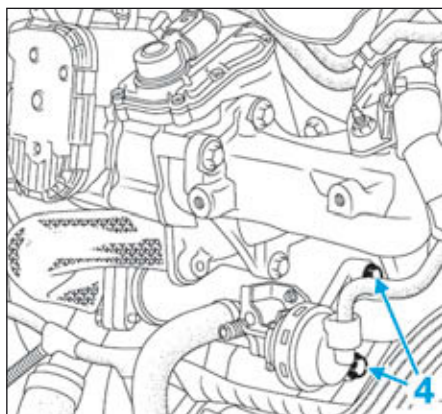

FIG.165
- la vis (1) de l'écran thermique du tuyau rigide EGR sur le collecteur d'échappement.
- la vis (2) de l'écran thermique du tuyau rigide EGR sur la culasse.
- la vis (3) du tuyau rigide de EGR.
- Déposer les vis (4) (Fig.165) du tuyau rigide EGR sur le refroidisseur.